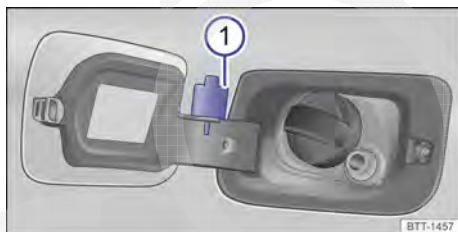

Fig. 137 Representação esquemática: tampa presa do bocal de abastecimento do tanque.
- Girar a tampa do tanque no sentido anti-horário e encaixá-la na abertura prevista na portinhola do tanque → Fig. 137.